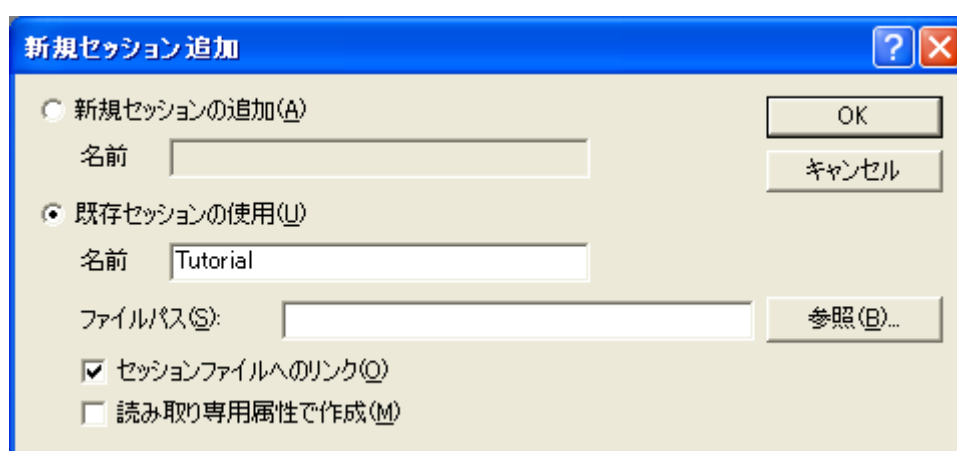

図 4.29 [新規セッション追加]ダイアログボックス
2. [追加...]ボタンをクリックしてください。[新規セッション追加]ダイアログボックスを表示します(図4.29)。
- [追加...]ボタンをクリックしてください。[新規セッション追加]ダイアログボックスを表示します(図4.29)。